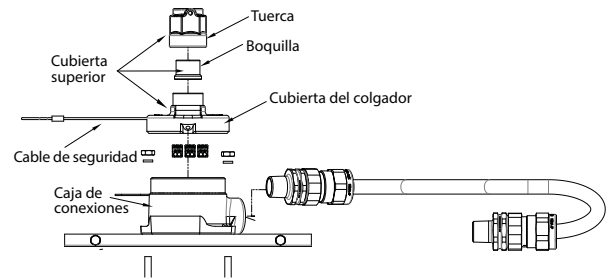

Imagen 11
- Retire la cubierta superior de la caja de conexiones (ver Imagen 11).
- Una vez que la tuerca esté bien ajustada, atornille la cubierta superior en el soporte del conducto hasta que el conducto y la boquilla estén completamente unidos (ver Imagen 11).
- Ajuste los tres (3) tornillos de fijación en la tuerca.